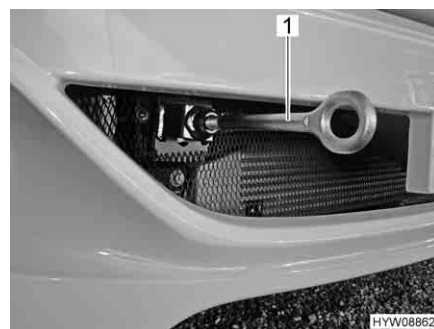

Fig. 46 Occhione di traino, montato (Fiat)
- Montare l'occhione di traino (Fig. 46,1) come indicato nel manuale di funzionamento del veicolo di base.